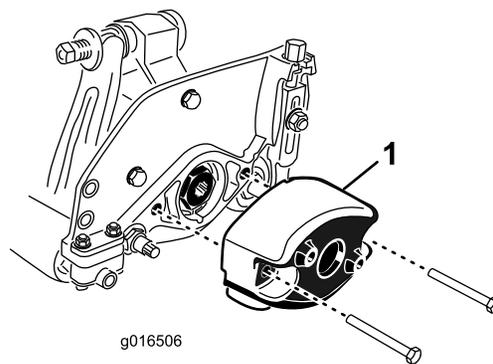

Рисунок 9
1. Отверните два болта, крепящих противовес с левой стороны режущего блока. Снимите противовес (Рисунок 9).
5. С правой стороны режущего блока нанесите тонкий слой масла на уплотнительное кольцо и установите противовес с помощью двух болтов, снятых ранее (Рисунок 9). Затяните болты с моментом от 16 до 20 Н·м.